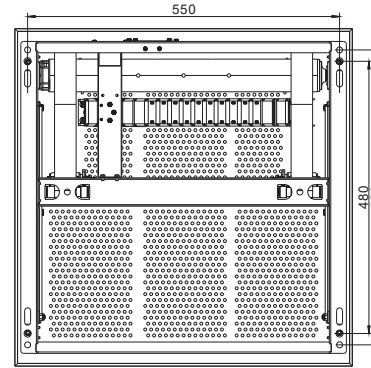
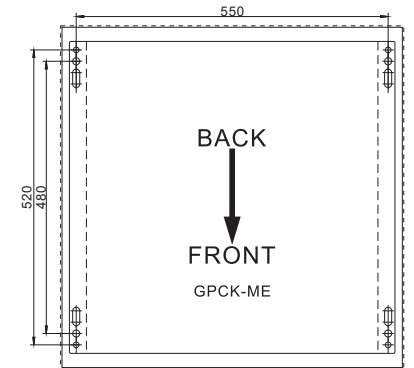

图5 安装孔距离
图6 天花打孔定位卡纸
- 升降架的安装孔距离见图5，将附件的天花打孔定位卡纸 (图6) 贴到混凝土天花板上，按照定位卡纸上面的孔位在天花板打孔，安装四颗 M8x80 膨胀螺丝 (非附件)，把膨胀螺丝固定好 (拧紧膨胀螺丝本身所配的螺母)，并确认已经安装牢固；